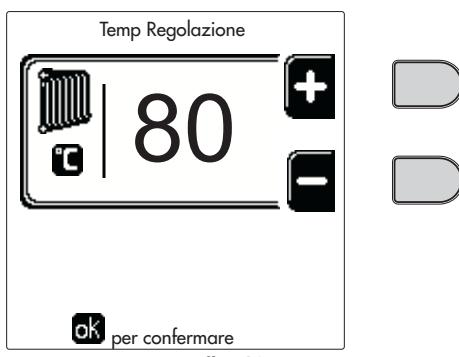
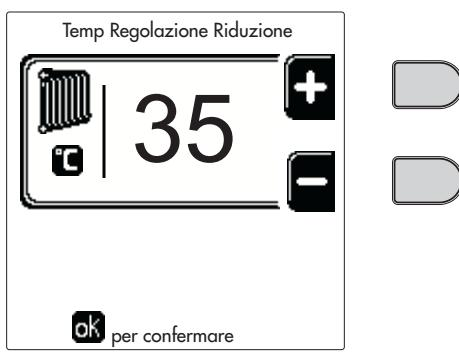
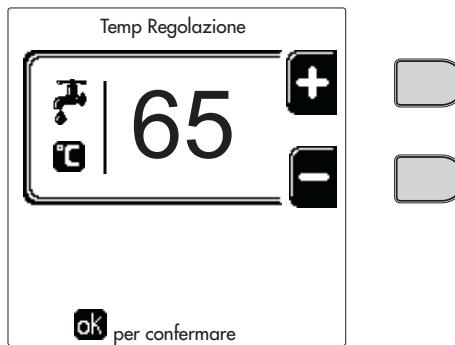

fig. 12
fig. 13
fig. 14
- **ON.** In caso di richiesta Riscaldamento/Sanitario, la caldaia lavora alla Temperatura di Regolazione Riscaldamento/Sanitario (fig. 12/fig. 14) impostata.
- **OFF.** In caso di richiesta Riscaldamento/Sanitario, la caldaia lavora alla Temperatura di Regolazione Ridotta. La temperatura Ridotta si ottiene sottraendo il valore della Temperatura Regolazione Riduzione (fig. 13/fig. 15) alla Temperatura di Regolazione Riscaldamento/Sanitario (fig. 12/fig. 14) impostata.